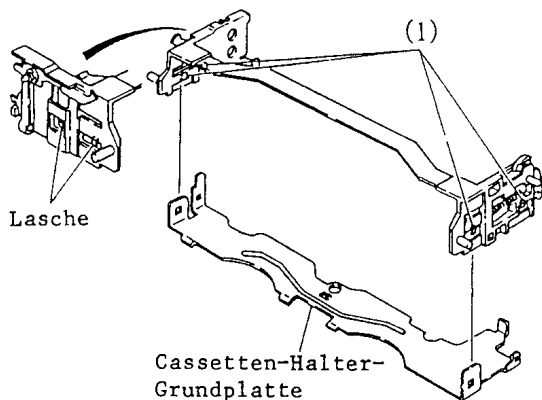

Abb. 5-7 Cassetten-Halter-Grundplatte
7. Cassetten-Halter-Grundplatte (Abb. 5-7)